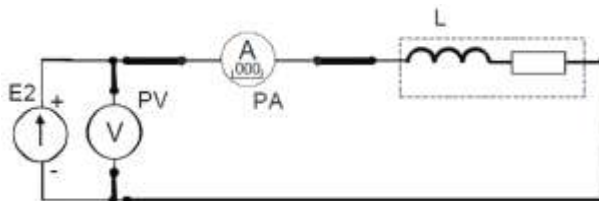

Рисунок 13
5. Определить величину активного сопротивления катушки методом амперметра и вольтметра. Для этого подключить её к источнику постоянного напряжения $E2$ (рис. 13). Установить у цифрового амперметра режим измерения постоянного тока. После проверки схемы преподавателем включить источник питания $E2$, установить у него выходное напряжение 10 В и измерить величину постоянного тока в цепи. Результат занести в таблицу 17. Выключить электропитание.